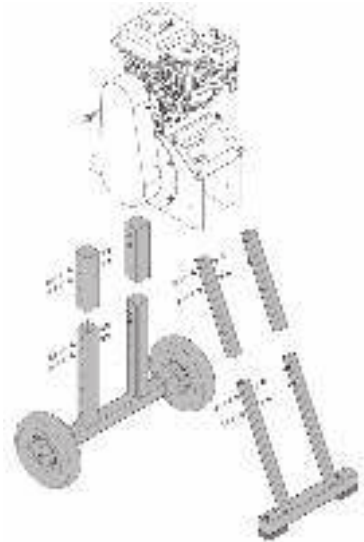

Рис. 6 Схема сборки измельчителя
4. Установите измельчитель на колёса и опоры, как показано на Рис. 6. Сначала закрепите на корпусе измельчителя стойку кронштейна колёс и передней опоры. Далее установите измельчитель на колёса, затем установите переднюю опору (Рис. 6).